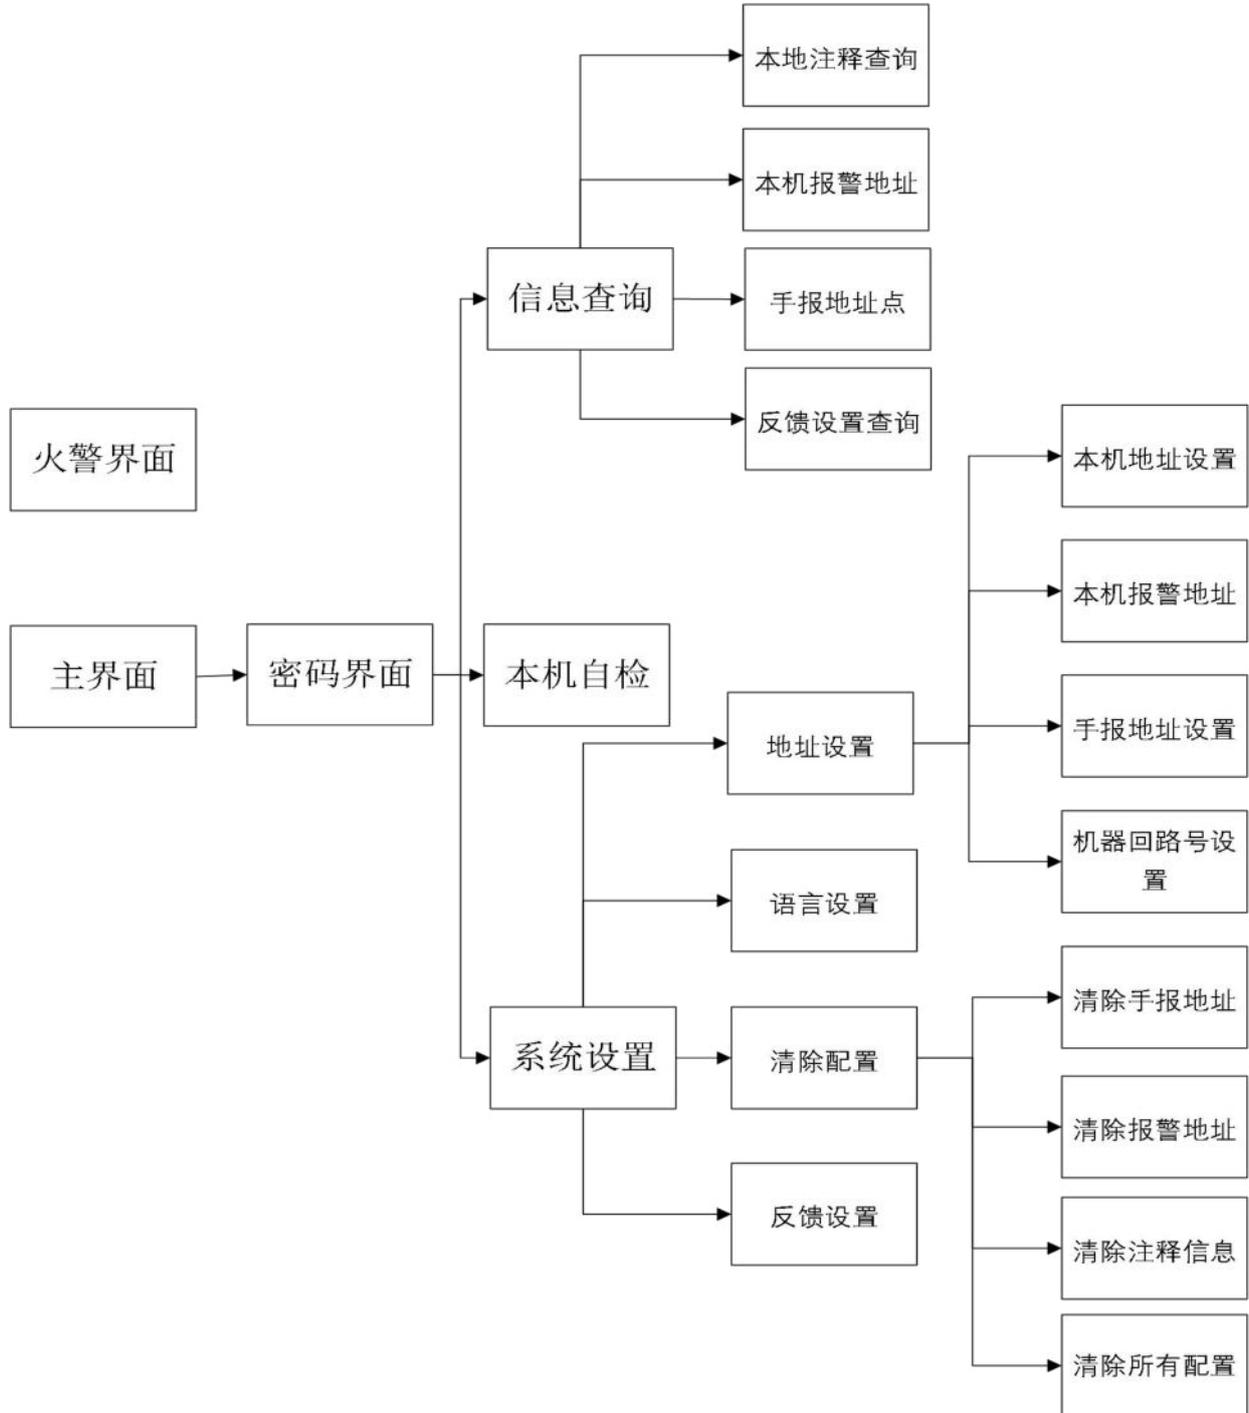

图 4.1 接 11 协议控制器时功能界面拓扑图
- 运行 11 协议(JBF-11SF 系列控制器、JBF50XX 系列控制器、JBF51SXX 系列控制器、JBF-11SF-C 系列控制器) 时功能界面拓扑图 (如图 4-1 所示)